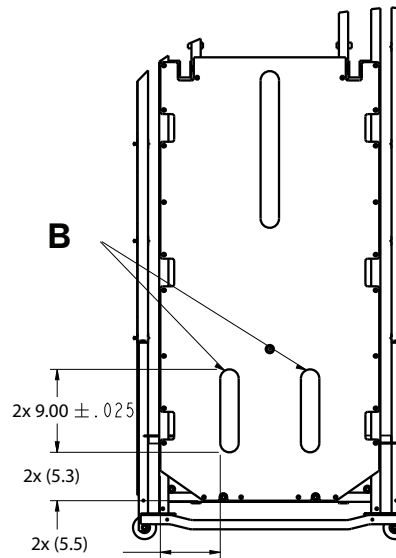

图 2 – 将 Velcro® 贴到足端上
9. 重复步骤 1-8, 更换足端的 Velcro® (B) (图 2) 。